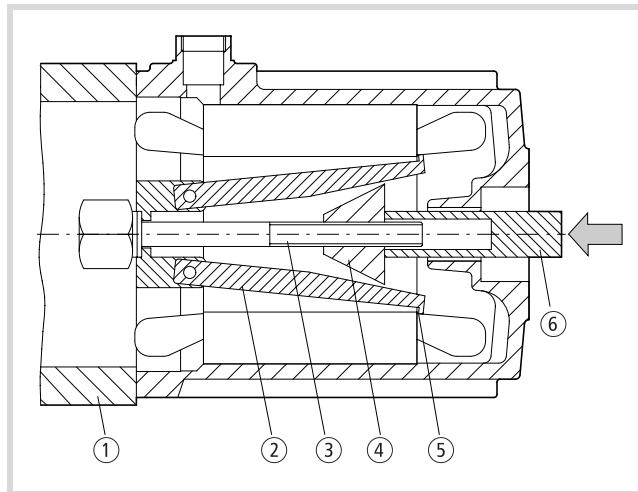

Figure 17 : Dispositif d'extraction pour circuits magnétiques
- Tournez la broche ③. Les bras ② s'écartent (→ fig. 17).